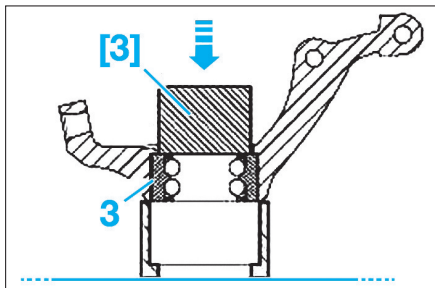

FIG. 15
- [3]. Tube de 75 mm pour la dépose du roulement (Fig.15).
• Déposer le roulement (3) en prenant appui sur la bague extérieure avec l'outil [3] (Fig.15).